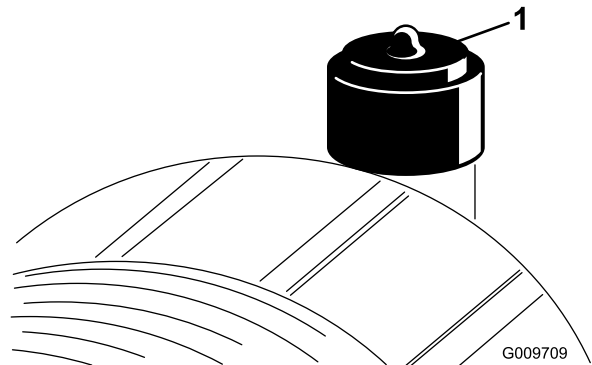

Bild 47
Warten Sie den Luftfilter nur, wenn dies von der Kundendienstanzeige angegeben wird (Bild 47). Das frühzeitige Auswechseln des Luftfilters erhöht nur die Gefahr, dass Schmutz in den Motor gelangt, wenn Sie den Filter entfernen.
2. Stellen Sie die Anzeige (**Bild 47**) zurück, wenn sie auf Rot steht.